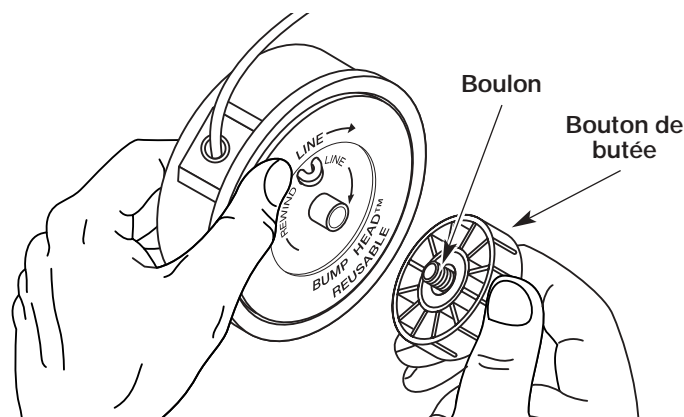

Figure 17
1. Tenez la bobine extérieure d'une main et dévissez le bouton de butée vers la gauche (Fig. 17). Inspectez le boulon à l'intérieur du bouton de butée pour vous assurer qu'il se déplace librement. Remplacez le bouton de butée s'il est endommagé.